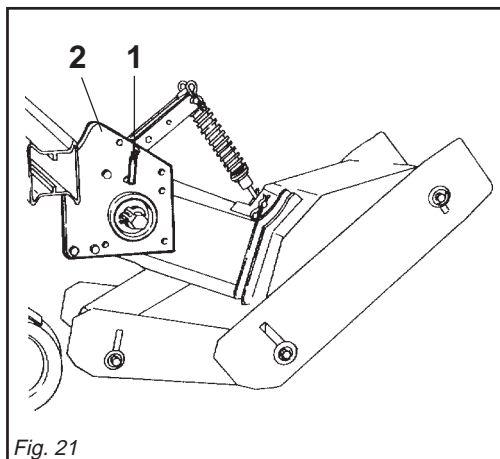

Fig. 21
Gli elementi fresanti (Fig. 21) sono sempre collegati alla presa di forza; pertanto vanno sollevati o tenuti sollevati solamente per lavori di manutenzione, con la presa di forza disinserita, con il trattore spento e frenato, con la chiave di avvio trattore disinserita.
The cutters (Fig. 21) are always connected to the pto. They must therefore only be lifted or kept raised during maintenance work, with the pto disengaged, the tractor off and braked and the tractor starter key removed.
Die Fräselemente (Abb. 21) sind immer der Zapfwelle verbunden. Sie daher nur bei ausgeschalteter Zapfwelle, ausgeschaltetem und abgebremstem Schlepper und abgezogenem Schlepperzündschlüssel für Wartungsarbeiten zu heben oder ausgehoben zu haleten.
Les éléments de binage (Fig. 21) sont toujours reliés à la prise de force; il faut donc les soulever ou les maintenir seulement pour les travaux d'entretien, la prise de force désenclenchée, le tracteur éteint et freiné, la clé de contact du tracteur débranchée.
Los elementos de fresado (Fig. 21) esán siempre conectados a la toma de fuerza; por lo tanto deben ser alzados o mantenidos alzados exclusivamente para trabajos de mantenimiento, con la toma de fuerza desconectada, con el tractor apagado y frenado, con la llave de arranque tractor desconectada.
- 1- Togliere la copiglia elastica e sfilare il perno (1 Fig. 21) che blocca il gruppo sul supporto (2 Fig. 21).
- 1- Remove the snap split pin and slide out the pin (1 Fig. 21) which locks the unit to the support (2 Fig. 21).
- halt, herausziehen (1 Abb. 21) und (2 Abb. 21).
- 1- Enlevez la goupille élastique et défilez le pivot (1 Fig. 21) qui bloque le groupe sur le support (2 Fig. 21).
- 1- Quitar la clavija elástica, y deshilar la pierna (1 Fig. 21) que bloquea el grupo sobre el soporte (2 Fig. 21).